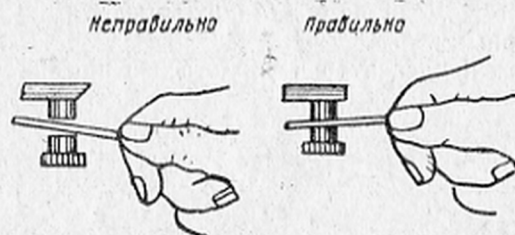

Рис. 35. Зачистка контактов прерывателя.
3. При наличии на механизме прерывателя масла протереть его чистой замшей. Контакты протереть чистой замшей, смоченной спиртом, после чего вытереть насухо. Если на поверхности контактов обнаружены окись, нагар или следы обгорания, очистить их специальной пилкой (надфилем), пропуская ее несколько раз между контактами. Зачистку производить при замкнутых контактах (рис. 35).